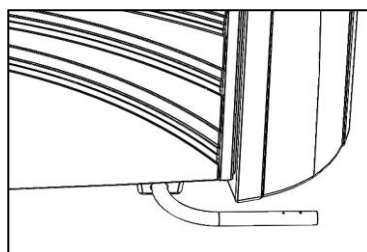

Abbildung 4
4. Drehen Sie zunächst das BASISROHR so in Position, dass es zur nächstgelegenen Außenseite des Spa zeigt (siehe Abbildung 4). Führen Sie dann das dünnere Ende des STÜTZROHRES vollständig in das BASISROHR ein. Verwenden Sie noch keine Schrauben.